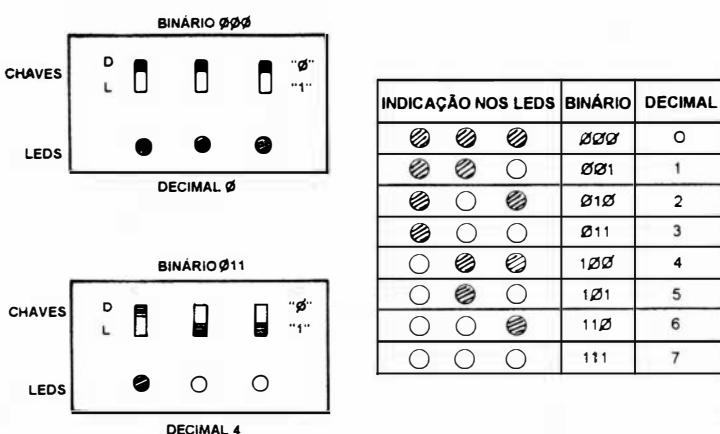

FIG. 4
- FIG. 4 - USANDO, EXPERIMENTALMENTE, O CONTADOR BINÁRIO... - Nosso contador binário é - obviamente - “não automático” - já que cada dígito que forma os números deve ser individualmente inserido pelo acionamento do respectivo interruptor... Nodiagrama, “imaginamos” um pequeno painel, onde se distribuem os três interruptores, logo acima dos três respectivos LEDs (que funcionam como **display** para o número escrito em **binário**...). Observem as indicações “0” e “1” junto às chaves, mostrando os valores assumidos por cada uma das suas duas posições possíveis... Verifiquem, em seguida, como qualquer número ou quantidade, de zero até sete, pode ser facilmente escrito e “mostrado” (via **display** de LEDs),